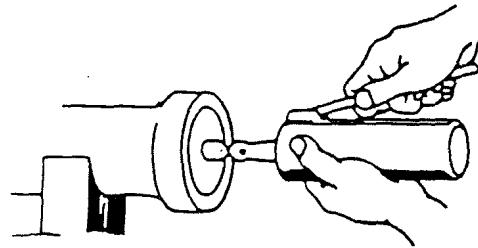

图 1-4
6. 指定的润滑部位，必须使用指定油脂涂施润滑，见图 1-4。